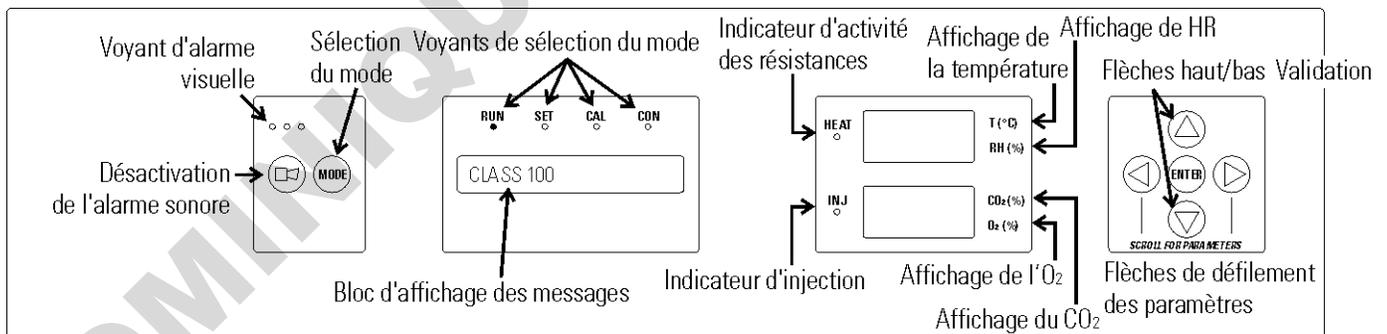

Figure 1-2. Panneau de commande
- Panneau de commande - Clavier, bloc d'affichage et voyants (Figure 1-2).